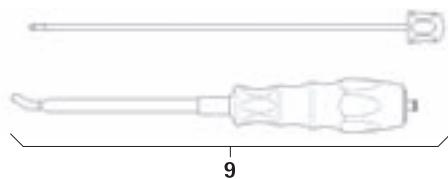

Fig. 5
- ▶ Smontare lo strumento inseritore per barre 9, vedere Fig. 5: svitare la parte interna.